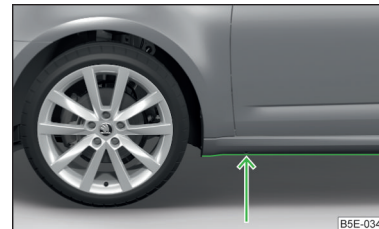

Abb. 249
- › Daher vor einer Wasserdurchfahrt die Wassertiefe feststellen. Der Wasserstand darf maximal an die Unterkante des Unterholms reichen » Abb. 249.